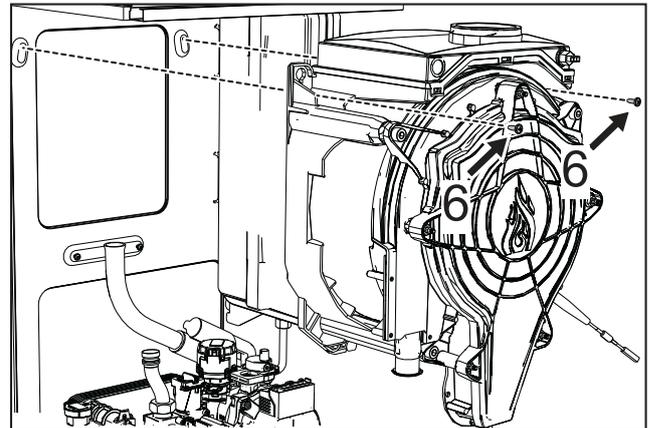

рис. 50
- Снимите 2 **верхних винта "6"** крепления теплообменника к раме (рис. 50).